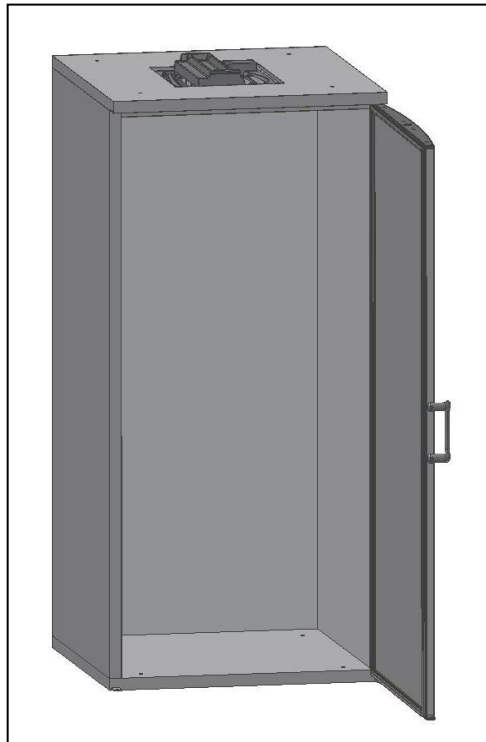

Fig. 9
- Encajar **la puerta** en el fondo y en la encimera (Fig.9). La puerta debe ser montada para tener una abertura a la izquierda o a la derecha.